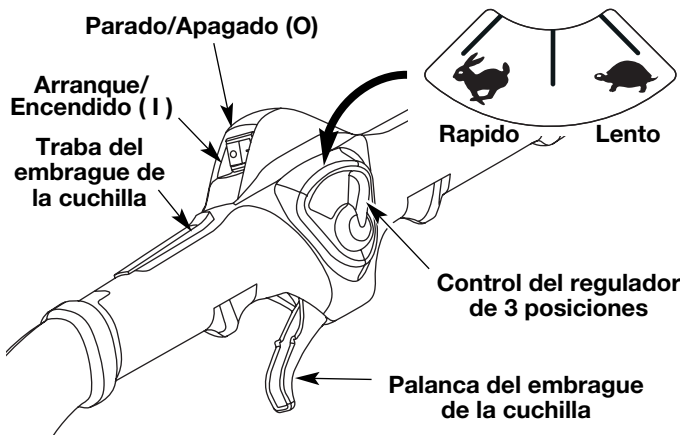
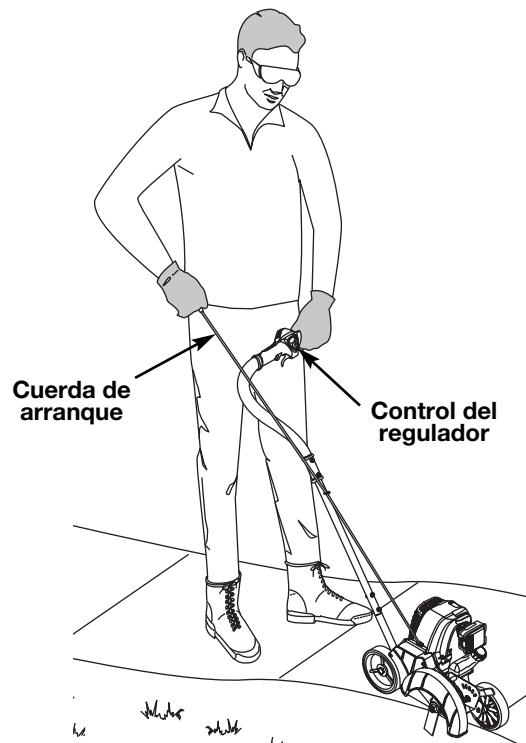

Fig. 8
Fig. 11
- NOTA:** No hay necesidad de arrancar la unidad. El control de encendido y apagado está en la posición ENCENDIDO (I) en todo momento (Fig. 8).
5. Párese en la posición de arranque (Fig. 11). Coloque la palanca del control del regulador en la posición Rápido (R) (Fig. 8) y tire de la cuerda de arranque fuertemente 5 veces.
1. Quite la mano de la traba del embrague de la cuchilla y de la palanca del embrague de la cuchilla, y ponga la palanca del control del regulador en la posición Lento (L). Deje que el motor se enfríe dejándolo funcionar en mínima.
2. Oprima y mantenga oprimido el Control de encendido y apagado en la posición APAGADO (O) hasta que el motor se detenga por completo (Fig. 8).